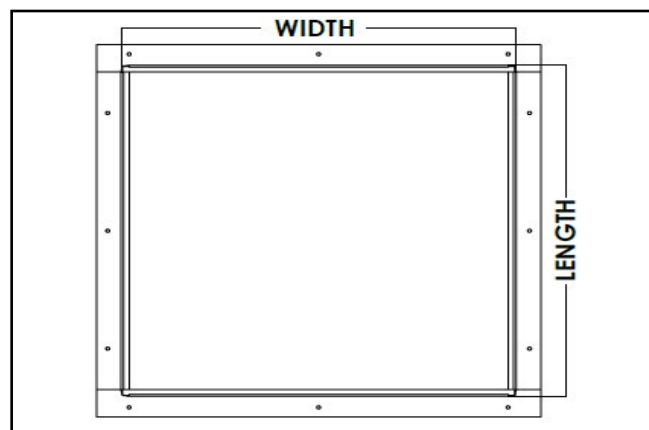

Figure 3.
3. Découpez un trou dans la cloison sèche selon les dimensions ci-dessous. (Figure 3)